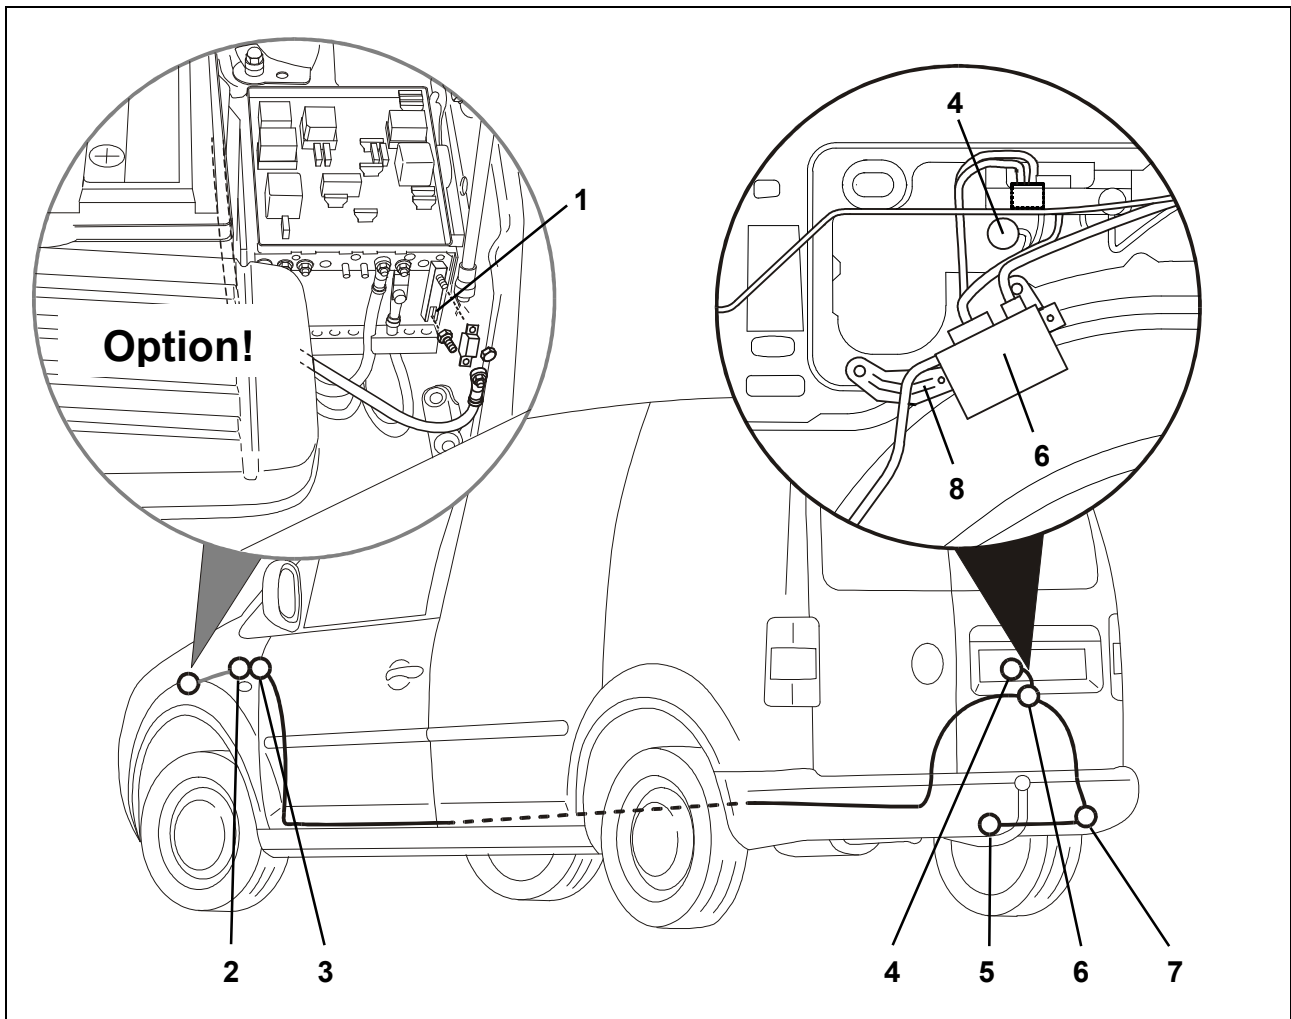

Fig. 1 : Aperçu du montage
3. Retirer l'obturateur diam 40 mm côté véhicule à l'arrière droit du véhicule sur la jupe arrière (Fig. 1/7).
4. Fixer le module du faisceau (Fig. 1/6) avec les vis M6 fournies sur le support fourni (Fig. 1/8)
5. Fixer l'ensemble à l'endroit prévu à l'arrière droit du véhicule avec les vis de fixation et les écrous frein fournis (Fig. 1/8).
6. Faire cheminer le faisceau (avec connecteur 16 voies) depuis le support prise, jusqu'au module électronique (Fig. 1/6).
7. Mettre en place le passe fil (Fig. 1/7).
10. Fixer le socle sur son support (Fig. 1/5) avec les vis fournies et fixer le faisceau sur la traverse d'attelage (rilsans).
11. Brancher le connecteur noir 16 voies sur le module électronique (Fig. 1/6).
12. Brancher le connecteur rouge 12 voies du second faisceau sur le module électronique (Fig. 1/6).
14. Raccorder les fils marron sur le point de masse du véhicule (Fig. 1/4).
15. Faire cheminer et fixer le faisceau le long du faisceau véhicule côté droit, jusqu'au montant de porte. Aller ensuite vers la gauche et continuer jusqu'à l'appareil de commande de réseau de bord, à gauche de la colonne de direction (Fig. 1/2).